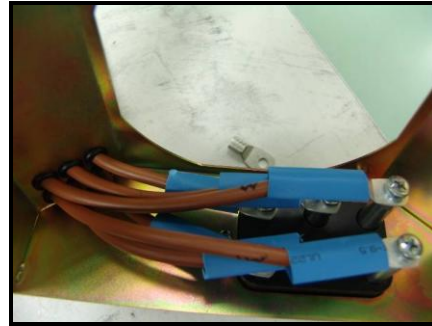

Figura 7.2.20
- 3) Desconectar todos los cables de la bobina **dv/dt** que van unidos al montante del ventilador. ( Ver figura 7.2.20)